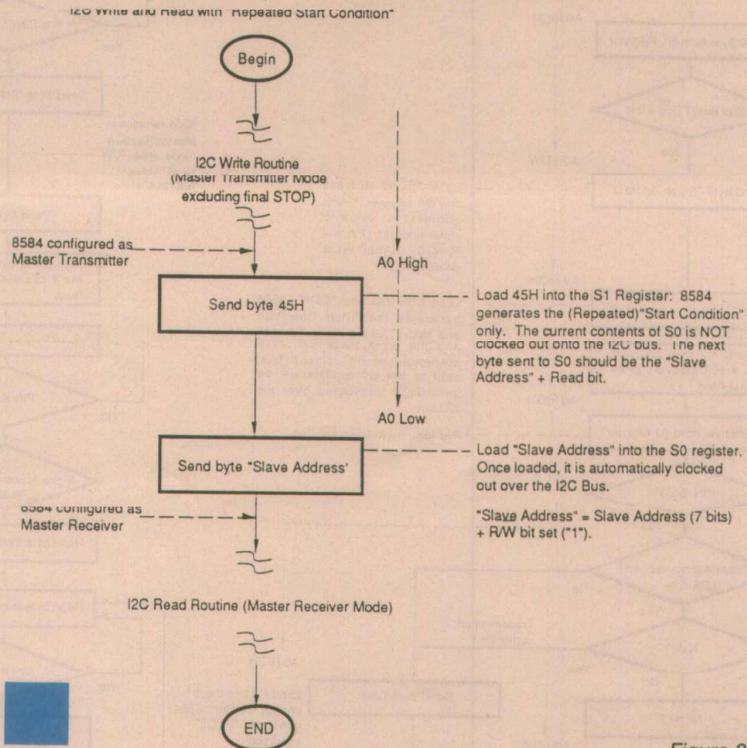

Figure 8
- c) Maître émetteur puis récepteur après un "re-start", **figure 8**.
Pour terminer rajoutons quelques mots au sujet de la **figure 8** qui présente le flow chart de la procédure à suivre, en mode maître, lors d'émissions de données suivies immédiatement de réceptions d'autres données.